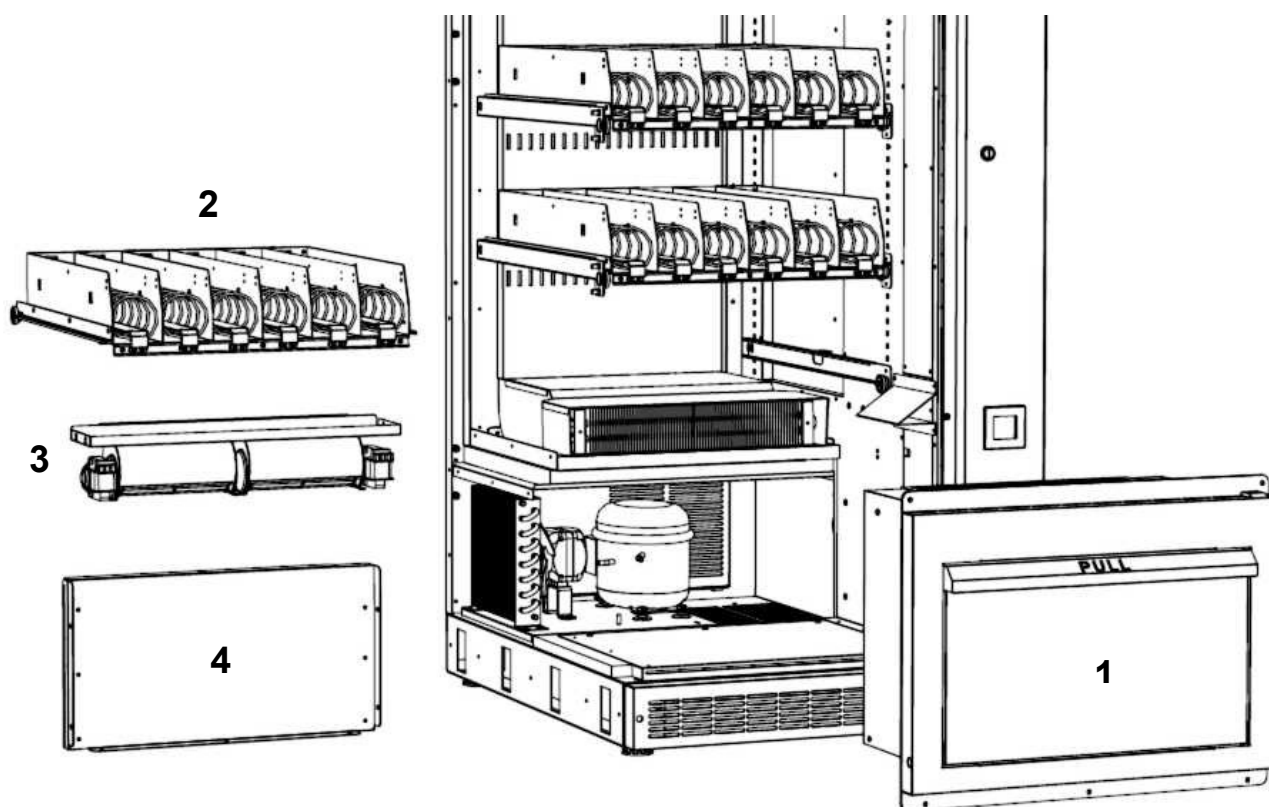

Figura 6.7
- togliere il vano prelievo prodotto (Figura 6.7 /1) svitando le 5 viti agli angoli dello stesso;
- togliere il primo cassetto inferiore (Figura 6.7 /2);
- togliere il gruppo ventole (Figura 6.7 /3);
- togliere il pannello che chiude il vano compressore (Figura 6.7 /4);